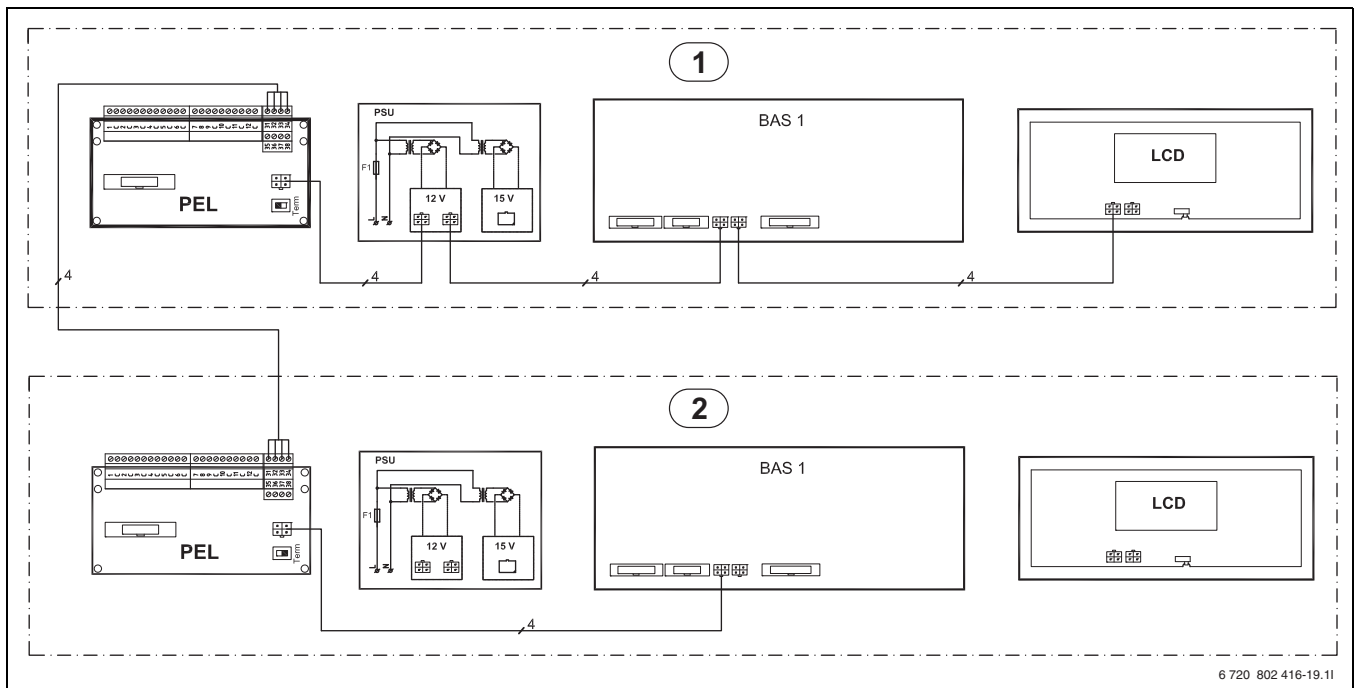

Fig. 30 Vue d'ensemble du bus CAN avec deux pompes à chaleur
La carte PSU et le LCD (→ figure 30) de la pompe à chaleur 2 sont raccordés en usine. Ils sont déconnectés et non utilisés pour un raccordement en cascade.
4. Commuter le câble le bus CAN avec le câble bus CAN existant de la pompe à chaleur 2 (→ figure 30).